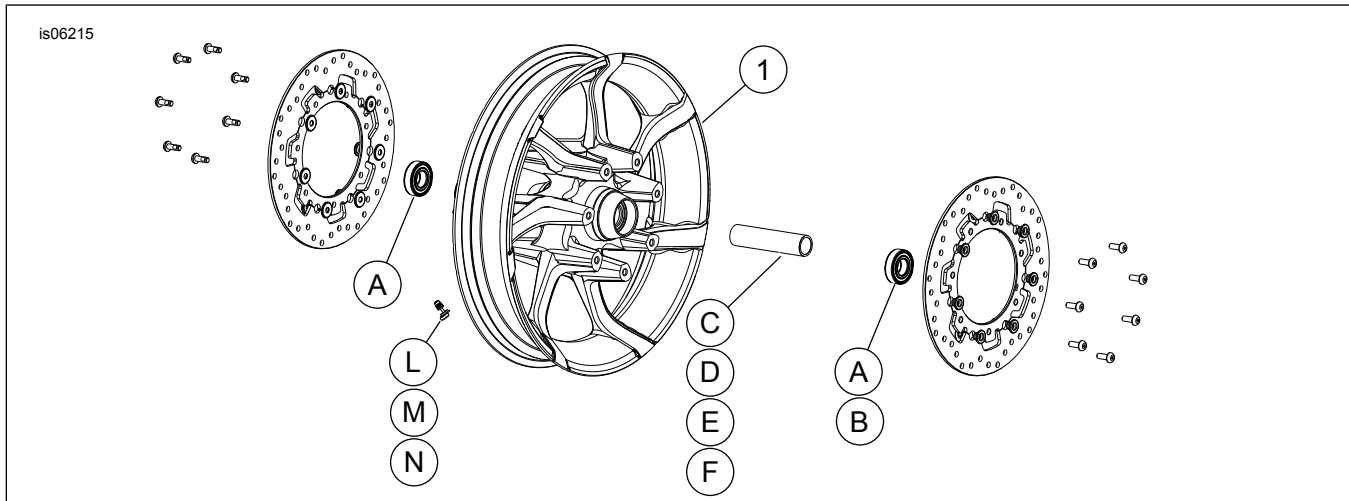

Figura 1. Piezas de servicio: Ruedas agitador delanteras (se muestran 19 pulgadas)
Vea Figura 1 y las Tablas de piezas de servicio.
2. Vea Figura 1 . Instale el ensamblaje del vástago de la válvula (izquierda) en la rueda. Vea el Manual de servicio.